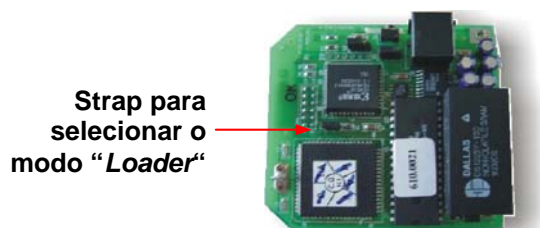

Figura 4: Localização do *strap* S1 no MIX600 no módulo PCB610
6. Localizar o *strap* S1, conforme apresentado na figura 4 a seguir:
4. Localizar o *strap* S1, conforme apresentado na figura 4;